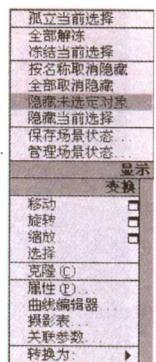

图 1-15 将未选定对象隐藏起来
(14) 接着对竹条对象进行阵列复制，为了方便编辑，先将支架部分隐藏起来。在前视图中选取竹条对象并右击，在弹出菜单中选择【隐藏未选定对象】选项，如图 1-15 所示，将除了竹条以外所有的对象隐藏起来。